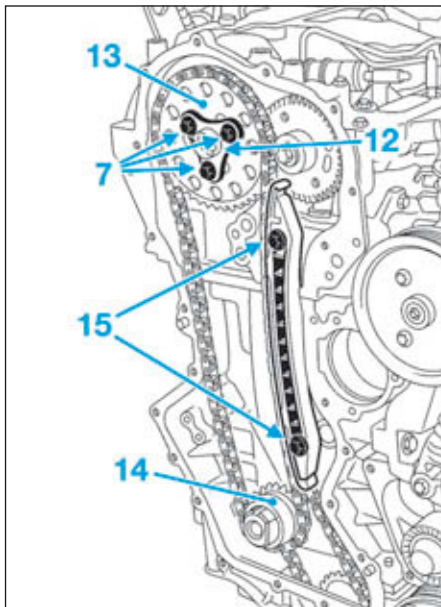

FIG.94
- Déposer (Fig.94) :
- les vis (7) du pignon de distribution.
- la rondelle (12) du pignon de distribution.
- l'ensemble «pignon (13) - chaîne de distribution - pignon (14)».
- les vis (15) du guide de chaîne de distribution.
- Placer le guide de chaîne neuf (15) (Fig.94) de distribution.